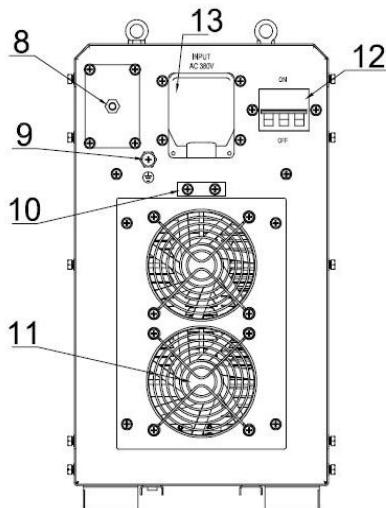
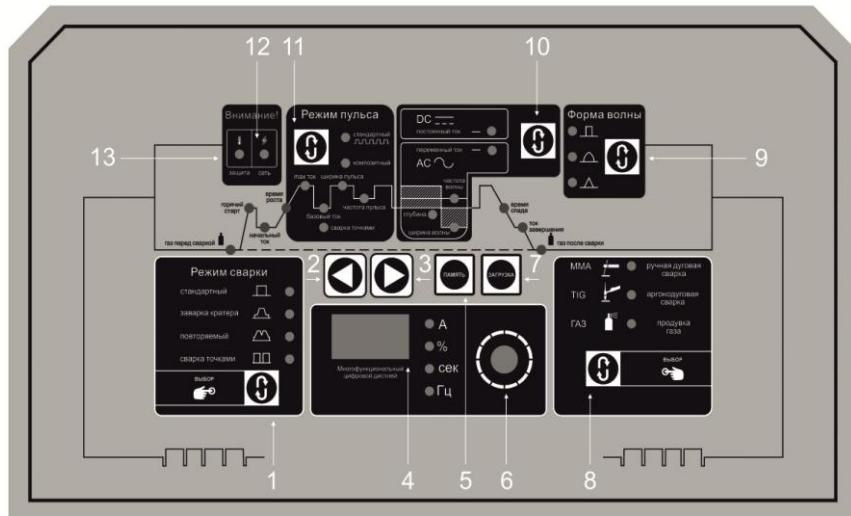

Рис.2. Задняя панель
Рис.3. Панель управления
- Нажмите кнопку «ЗАГРУЗКА» (Рис.3, п.7) для выбора номера программы. Для перехода к следующей программе или другой нажмите на кнопку «ЗАГРУЗКА» повторно.
- Выберите номер программы для выбранного параметра при помощи кнопки «ЗАГРУЗКА» (Рис.3,п.7).
- Установите необходимые величины параметров при помощи ручки выставления параметров (Рис.3,п.6). Переход к выбранному параметру осуществляется при помощи кнопок выбора параметра (Рис.3,п.2,3).
- Сохраните выбранный номер программы для выбранного и установленного параметра в памяти, нажав кнопку «ПАМЯТЬ» (Рис.3,п.5). Дисплей замигает, указывая на сохранение номера программы в памяти сварочного аппарата (Рис.3,п.4).
Для подключения аппарата к сети, необходимо использовать сетевой кабель. Его необходимо подключить с требуемыми параметрами и проверить соединение, т.к. окисления могут привести к серьезным последствиям и даже поломке. Другой конец сетевого кабеля подключите к соответствующему разъему на задней панели аппарата (Рис.2,п.13). Заметьте, что аппарат **TIG-357 DP AC/DC необходимо** подсоединить к **трехфазной** питающей сети с напряжением **380 В**. Затем проверьте с помощью мультиметра, чтобы технические данные на задней панели аппарата соответствовали напряжению и частоте питающей сети.
Снабжение газом: Подсоедините газовый шланг к медному штуцеру (Рис.2,п.8). Система газоснабжения, состоящая из газового баллона, редуктора и газового шланга, должна иметь плотные соединения, чтобы обеспечить надежную подачу газа, что является чрезвычайно важным для осуществления TIG сварки.
Проверка газа: нажмите на кнопку проверки газа для проверки работы клапанов, клапаны исправны при поступлении газа (Рис.3,п.8).
Заземлите аппарат для предотвращения возникновения статического электричества и утечки токов (Рис.2,п.9).
После выполнения действий, указанных выше, переведите тумблер в положение "Вкл." (Рис.2.п.12), аппарат начнет свою работу с включения амперметра и работы вентилятора. С помощью переключателя "AC/DC" выберите режим AC или DC (Рис.3,п.10).
С помощью переключателя режимов выберите режим TIG (Рис.3,п.8).
После выполнения всех необходимых работ выключите аппарат посредством перевода тумблера в положение "Выкл." (Рис.2,п.12). Проверьте, ничего ли не тлеет вокруг, т.к. пожар может начаться не сразу, а через некоторое время.
После выполнения действий, указанных выше, переведите тумблер в положение "Вкл." (Рис.2,п.12), аппарат начнет свою работу с включения амперметра и работы вентилятора.
С помощью переключателя режимов выберите режим MMA (Рис.3,п.8).
Внезапная остановка может произойти из-за перегрева. При перегреве аппарата загорается индикатор (Рис.3,п.12) , и процесс сварки автоматически останавливается. При этом, не отключая аппарат, дождитесь, пока внутренняя температура не станет соответствовать стандартному диапазону. И погаснет лампа индикатора.